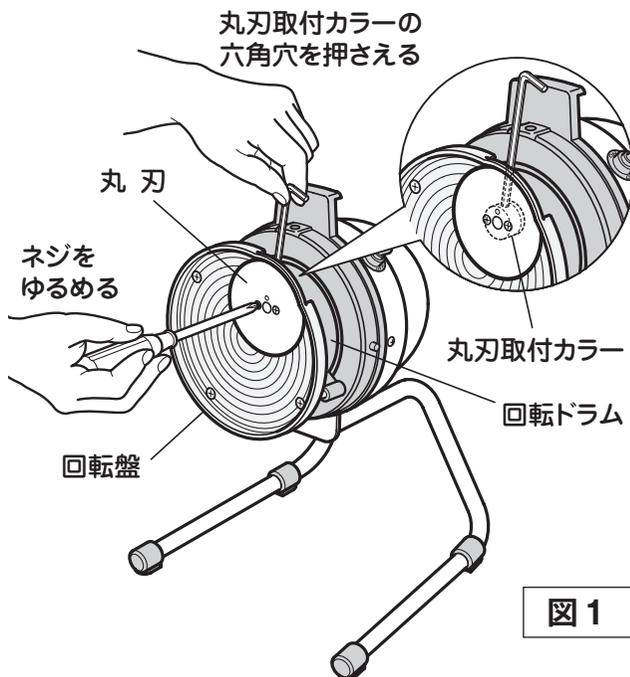

図1
- ① 投入口カバーを取り外します。つまみを引き上げ、カバーを傾けて本体からはずしてください。
- ② 丸刃が回らないように丸刃取付カラーの六角穴（イモネジ）に付属の六角レンチを差し込んで押さえてください。（図1）
- ③ 付属のドライバーで丸刃のネジ2本をゆるめてください（図1）